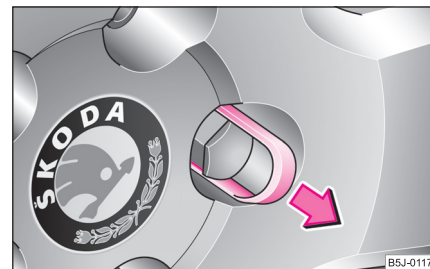

Fig. 184 Înlocuirea roții:
- Trageți capacul cu **brida din material plastic** ⇒ fig. 184.